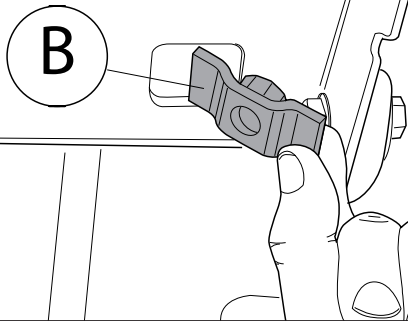

Fig.1
2. Поместить упорные пластины В, как указано на рис. 1.